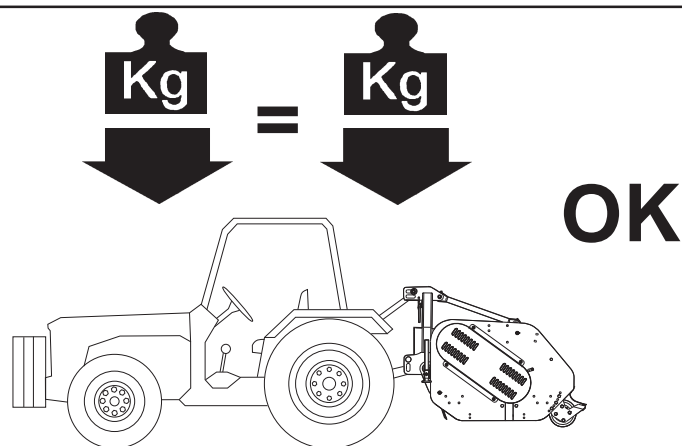

Fig. 4
- 8) L'applicazione della macchina al trattore, comporta una diversa distribuzione dei pesi sugli assi. È consigliabile pertanto aggiungere apposite zavorre nella parte anteriore del trattore in modo da ripartire adeguatamente il peso sugli assi (Fig. 4).
- 8) *Assembly of a implement on the tractor will shift the weights on the axles. It is there fore advisable to add weights to the front part of the tractor in order to balance the weights on the axles themselves (Fig. 4).*
- 8) Aplicarea utilajului la tractor, manifestă o distribuție diversă a greutateților pe axe. Așadar, se recomandă adăugarea unor greutateți în partea anterioară a tractorului, pentru echilibrarea greutateților pe axe. (Fig. 4).